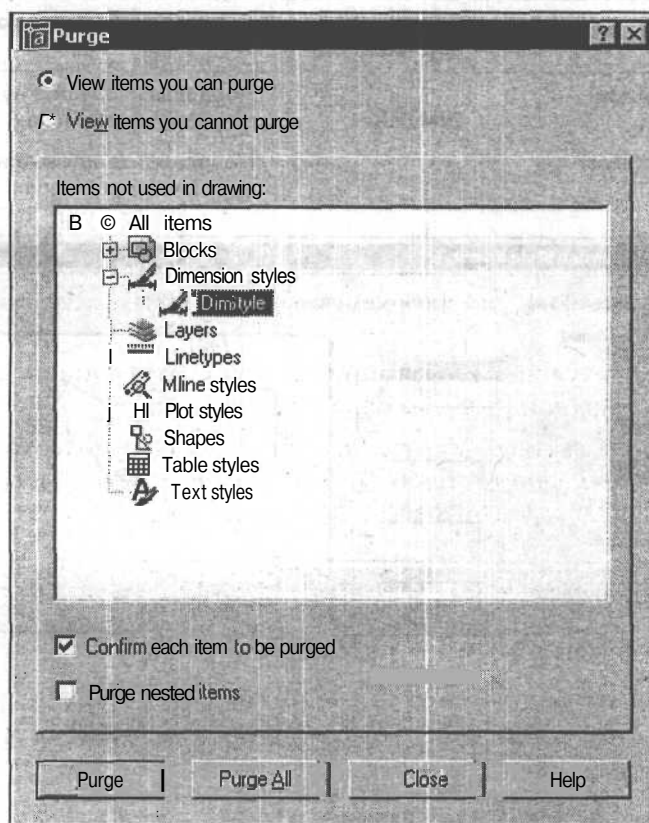

Рис. 10.10. Удаление размерного стиля при помощи команды **PURGE**
- Вызвать диалоговое окно **Purge** (Очистка рисунка), воспользовавшись командой меню **File | Drawing Utilities | Purge** (Файл | Утилиты | Очистить), в котором выбрать удаляемый стиль (рис. 10.10) и щелкнуть на кнопке **Purge** (Удалить).